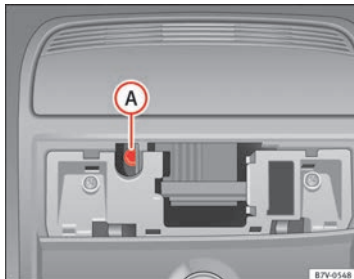

Abb. 196 Innensechskantschraube zum Schließen des Panorama-Schiebedachs.
- Stecken Sie einen handelsüblichen Innensechskantschlüssel¹⁾ mit SW 4 mm in die Innensechskantschraube ⇒ Abb. 196 (A).